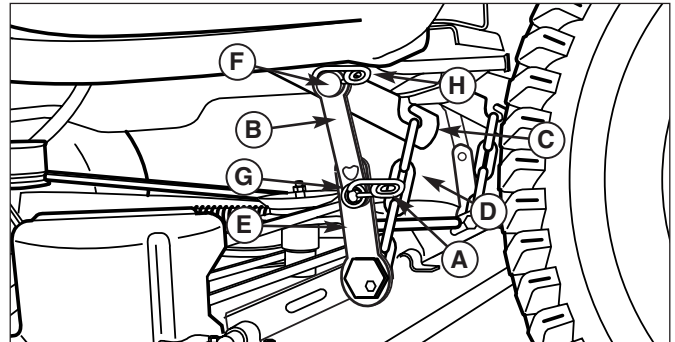
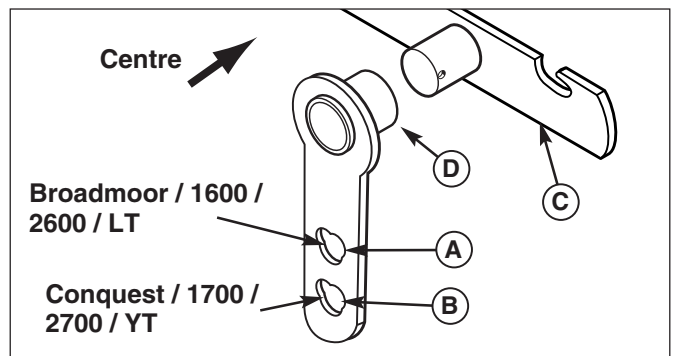

Figure 13. Bras de levage (vu du dessous du côté gauche du tracteur)
Figure 14. Patère supérieure
4. Déconnecter la bague de sécurité (A, Figure 13) et la rondelle (G) depuis la patère inférieure. Ôter la patère supérieure (B) du poteau de levage (F). Connecter la patère supérieure (B) à la patère inférieure (E) à l'aide de la bague de sécurité (A) pour empêcher le mauvais placement des pièces ou leur perte. Refaire la même chose de l'autre côté.
- supports (A) de l'attelage du tracteur. Lorsqu'il est correctement installé, le levier à ressort doit être complètement en contact avec le dessous des supports.
4. Voir la Figure 13. Connecter la chaîne de levage (D) au crochet de levage (C). Refaire la même chose de l'autre côté.
6. Déconnecter la bague de sécurité (A, Figure 13) de la patère supérieure (B) et de la patère inférieure (E) si elle est encore connectée du remisage. Glisser la patère supérieure (B) par-dessus le poteau sur le crochet de levage (F). Le long moyeu (D, Figure 14) sur la patère supérieure doit être tourné vers le centre. Connecter le trou de la patère supérieure (B, Figure 13) au poteau sur la patère inférieure (D). Attacher avec la rondelle (G) et la bague de sécurité (A). Refaire la même chose de l'autre côté.
Remarque : Utiliser le trou supérieur pour la tondeuse Broadmoor / 1600 / 2600 / LT et le trou inférieur pour la tondeuse Conquest / 1700 / 2700 / YT comme indiqué à la Figure 14.
4. Voir la figure 14. Connecter les chaînes de relevage de tondeuse (B) aux crochets de relevage de tracteur (A).
5. Voir la figure 14. En partant du côté gauche du tracteur, utiliser le bras de tension (D) pour relâcher la tension de la courroie. Installer la courroie (C) sur la poulie de la PDF.